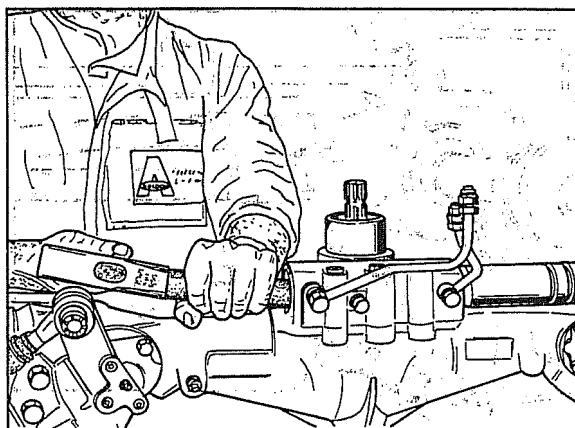

Fig. 79
15. Colocar um recipiente debaixo para recolher óleo na base do eixo e a seguir extrair o cilindro pelo lado do qual foi desmontado o junto esférico no modo ilustrado na fig. 79.